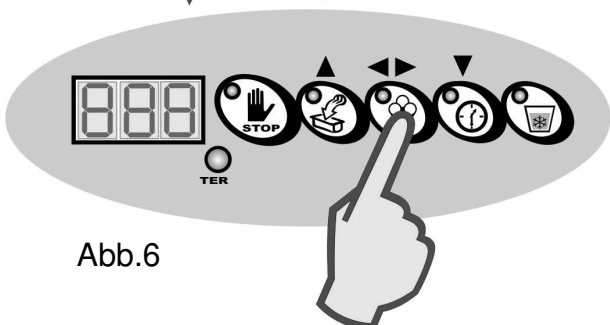

Abb.6
- Dann drücken Sie die Taste Bestätigen, um den neuen Produktionszyklus Granita zu starten (Abb.6).